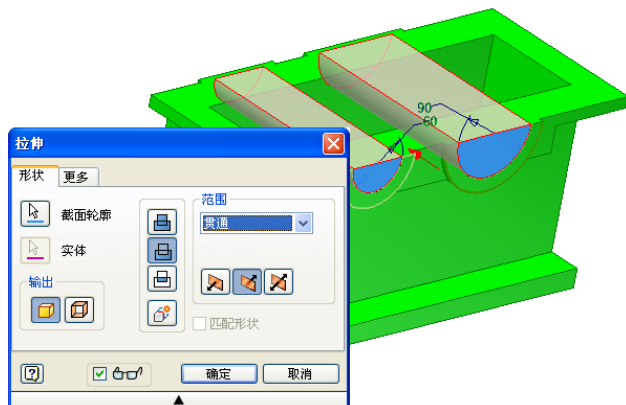
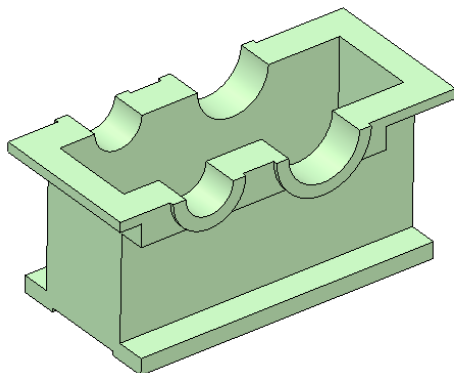

图 9-26 拉伸示意图
图 9-27 拉伸后的零件
⑨单击【草图】标签上的【完成草图】工具按钮，退出草图环境；单击【模型】标签栏【创建】面板上的【拉伸】工具按钮，打开【拉伸】对话框，选择如图 9-26 拉伸示意图中所示的截面作为拉伸截面轮廓，布尔方式设置为【求差】，终止方式设置为【贯通】，方向设置为【方向 2】。单击【确定】按钮完成拉伸，此时的零件如图 9-27 所示。